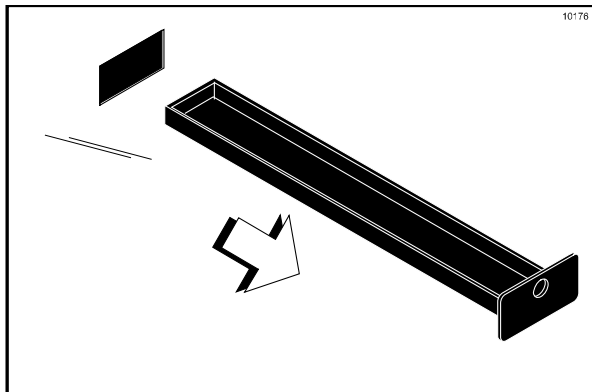

Figure 107
- Retirer les deux petits bacs ramasse-gouttes du panneau arrière. Retirer les deux bacs ramasse-gouttes à encoches des panneaux latéraux droit et gauche. Les amener à l'évier pour le nettoyage (Cf. Figure 107).